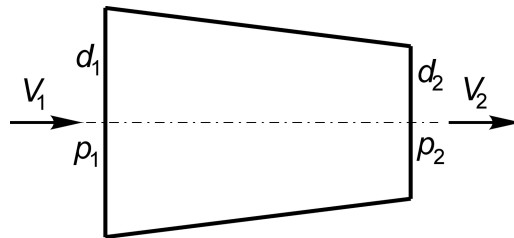

Рис. 1.
3. Определить скорости в сечениях 1 и 2 осесимметричного канала, если известно, что  $p_1 = 10^5$  Па,  $d_1 = 4,5$  м,  $p_2 = 9,4 \times 10^4$  Па,  $d_2 = 1,4$  м (рис. 1).
6. Определить массовый расход воздуха через входное устройство аэродинамической трубы, если диаметр выхода  $d_2 = 3$  м, полное давление  $p_0 = 0,95 \times 10^5$  Па, а условия на входе – стандартные (см. рис. 1).
7. Определить давление в выходном сечении диаметром 0,6 м аэродинамической трубы, имеющей объемный расход 20 м3/с на высоте  $H = 0$  (см. рис. 1).